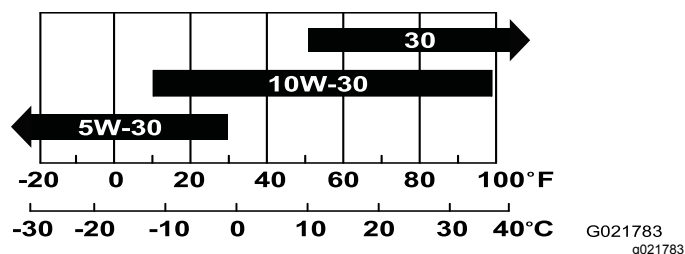

Figura 18
**Nota:** Utilice aceite SAE 10W-30 para el uso general. Puede utilizar las otras viscosidades indicadas en la tabla si la temperatura media de su zona está dentro del intervalo indicado (Figura 18).